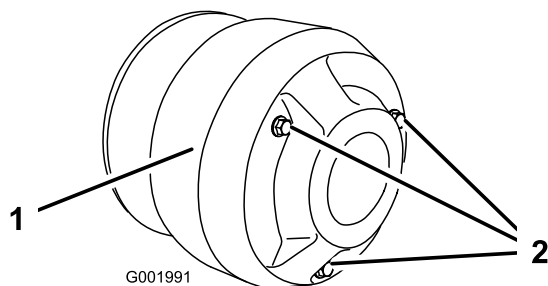

図 56
4. クラッチ・カバーのボルト（3本）を外してカバーを取る（図 56）。